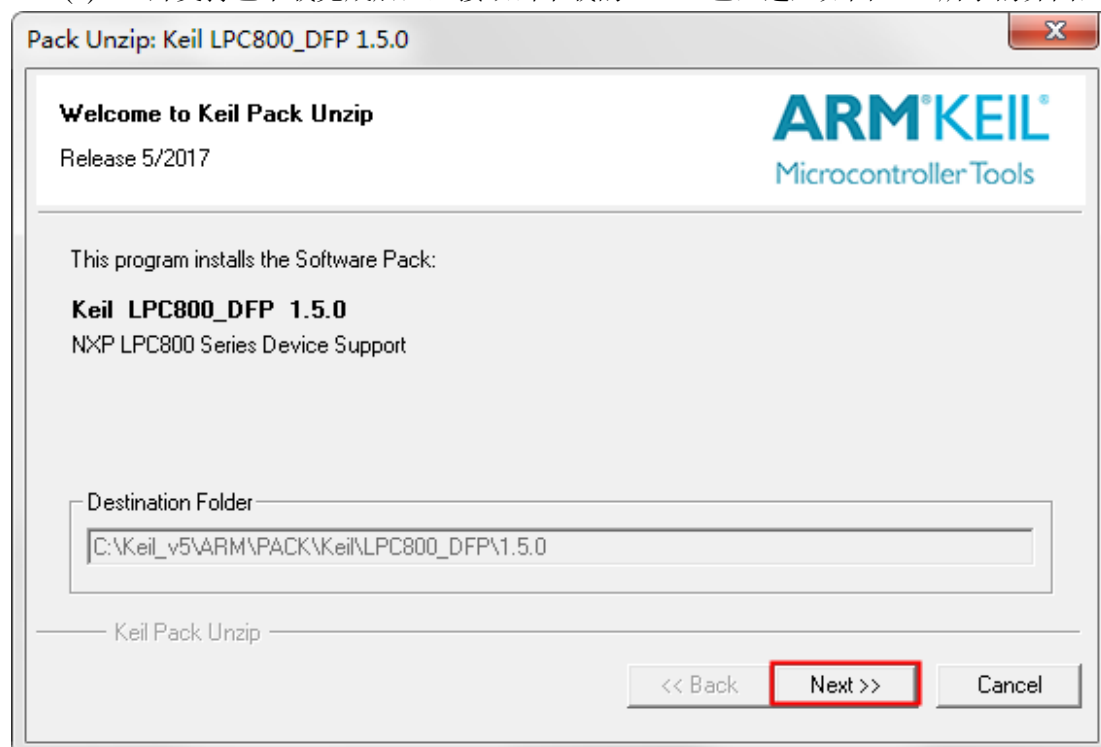

图 2.15 本地 Pack 安装
- (2) 找到具体需要的支持包并下载，例如：下载 LPC800 系列芯片的支持包，首先在网页中找到 LPC800 系列芯片支持包，然后点击后面的下载图标。如所示，然后会弹出如图 2.15 所示的页面，点击【Accept】即可进入下载。
(1) 芯片支持包下载完成后，直接双击下载的 Pack 包，进入如图 2.15 所示的界面，